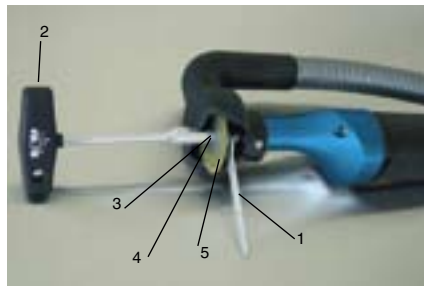

Abb. 11
2. Setzen sie den Gabelschlüssel (1 Abb. 11) hinter dem Sägeblatt an der Antriebswelle an und den Steckschlüssel (2) vorne an der Halteschraube.
3. Halten sie den hinteren Schlüssel (1) fest und benutzen ihn dazu, die Säge zu fixieren.